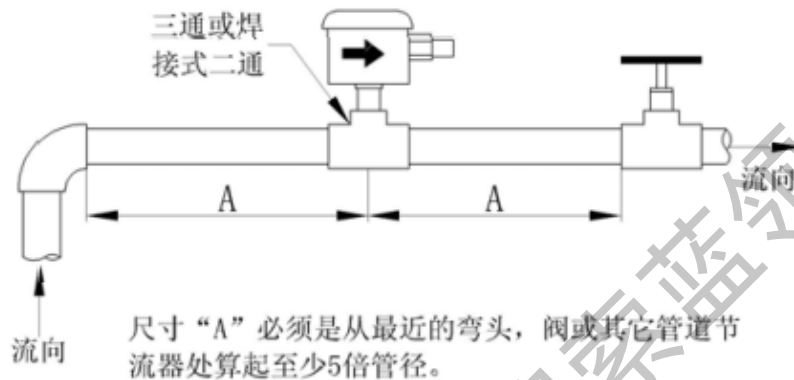

图 4
4.1 流量开关一定要安装在一段直线管道上，其两边至少有 5 倍管径的直线路程（见图 4）。开关安装时，其接线端子应在易于接线的位置上。流量开关使用 NPT1 密封螺纹的接头座。